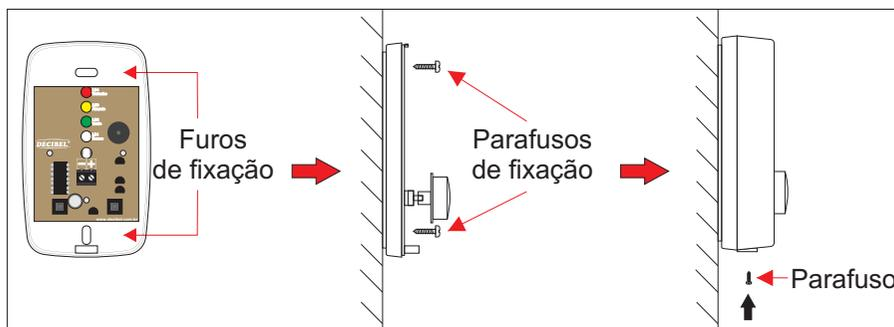

Figura 6
•Fixe a base na superfície escolhida através de 2 parafusos (não inclusos) utilizando os furos de fixação (Figura 6);
•Ligue os fios no conector conforme item 6 deste manual, recoloca a tampa e parafuse-a.